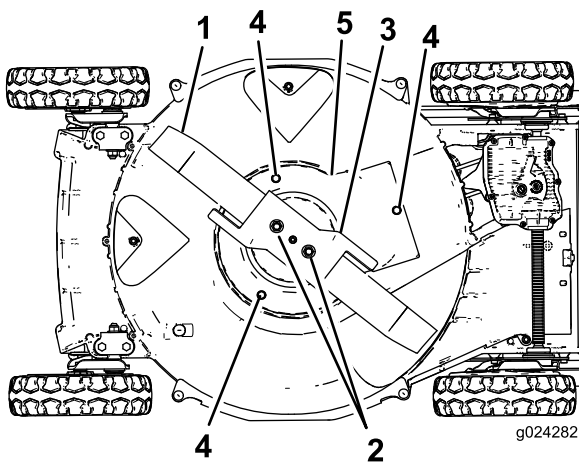

Figura 39
6. Îndepărtați cele 2 piulițe ale lamei, acceleratorul și lama (**Figura 39**).
7. Îndepărtați uruburile care fixează protecția sistemului Blade Brake Clutch pe carcasa mainii de tuns iarba (Figura 39).